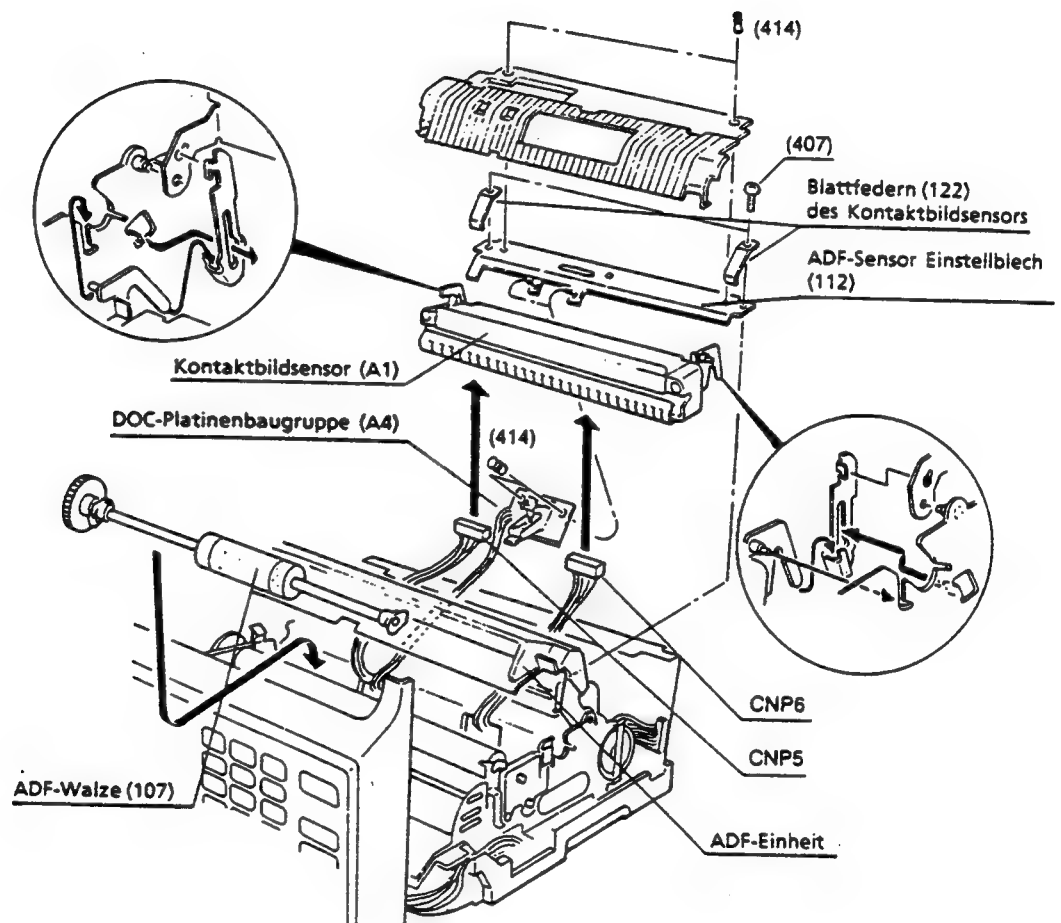

Abbildung 4.3.13
- (1) Entfernen Sie den Kontaktbildsensor (A1) (Siehe Abbildung 4.3.13).
- (2) Reinigen Sie den optischen Quellen- und Aufnahmeteil des Bildsensors (A1) mit einem weichen Tuch, das mit Äthylalkohol getränkt ist, wie es in der folgenden Zeichnung gezeigt wird.